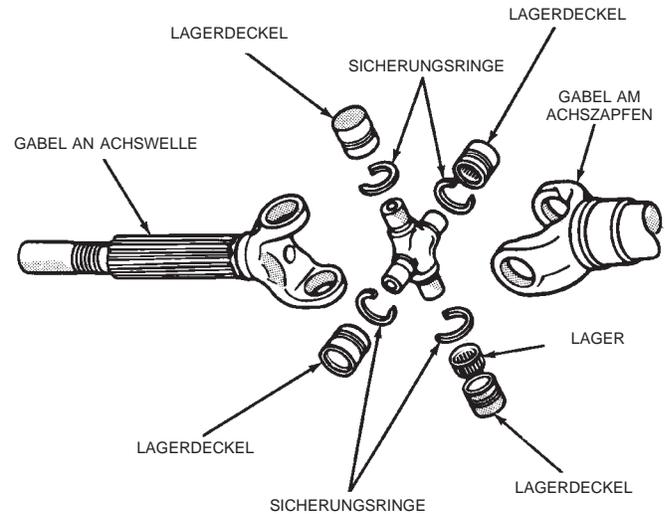

Abb. 4 Äußeres Kreuzgelenk der Achswelle
- (1) Achswelle ausbauen.
- (2) Die Sicherungsringe der Lagerdeckel ausbauen (Abb. 4).